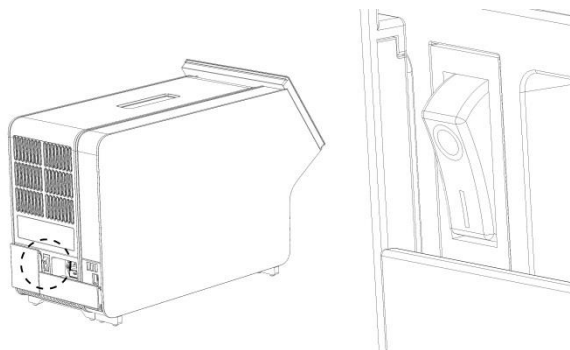

**Figura 17. Conectarea cablului de alimentare.**
8. Conectați cablul de alimentare livrat împreună cu QIAstat-Dx Analyzer 1.0 în partea din spate a modului analitic inițial (Figura 17).